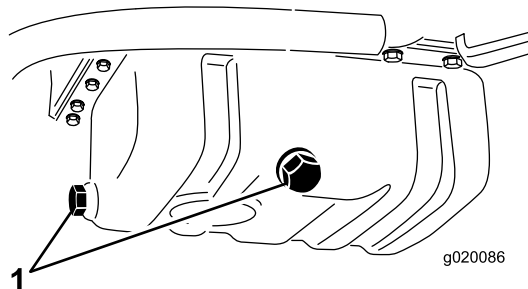

Рисунок 53
2. Снимите любую маслосливную пробку (Рисунок 53) и дайте маслу стечь в сливной поддон. После стекания масла установите маслосливную пробку на место.